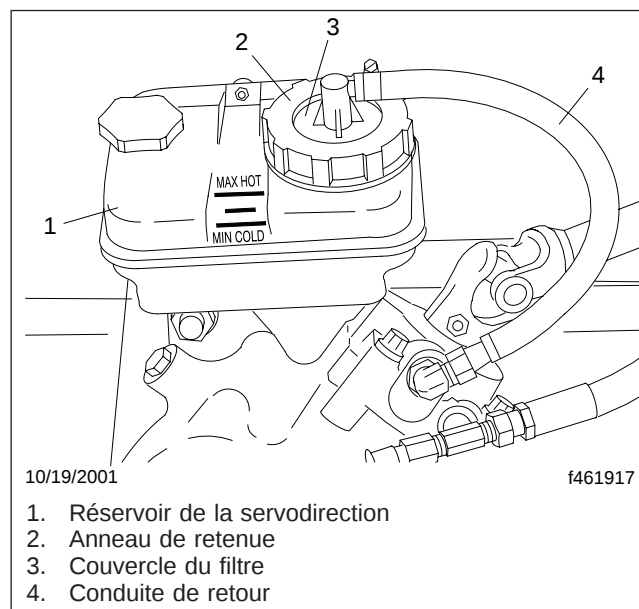

Fig. 1, Réservoir de la servodirection
3. Retirez l'anneau de retenue du réservoir. Voir la **figure 1**.
7. Remplissez le réservoir de liquide de servodirection approuvé, jusqu'à la ligne qui se trouve entre les repères MIN COLD et MAX HOT. Voir la figure 1. Voir le tableau 1 pour les liquides de servodirection approuvés.